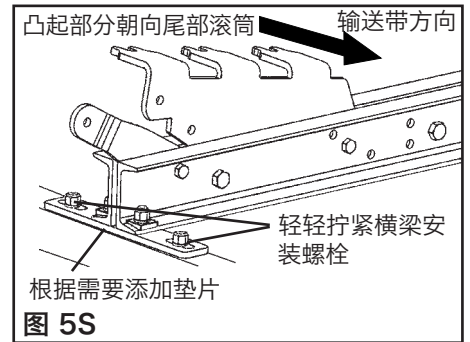

图 5S
**5S. 安装通道横梁。**将所有通道横梁放到输送机机架上，使翼板上的翼板片朝向尾部滚筒，与步骤 3 中的安装孔对齐。插入通道横梁安装螺栓并轻轻拧紧（图 5S）。根据需要在安装板下放置垫片。检查主动惰轮与从动惰轮的中央托辊高度。